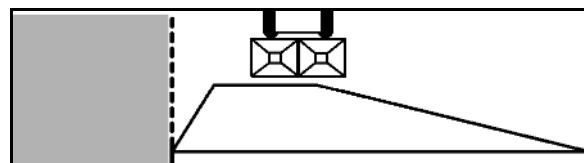

Fig. 47
1. Épandage en limite selon le décret concernant l'emploi des fertilisants (Fig. 47) :